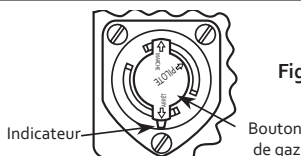

Figure 10. Bouton de gaz
4. Enfonchez légèrement le bouton de commande du gaz et tournez-le dans le sens des aiguilles d'une montre pour le **FERMER** (voir fig. 10). Si le bouton est en position **MARCHE**, tournez-le dans le sens des aiguilles d'une montre jusqu'à la position **PILOTE**, puis enfonchez-le légèrement et tournez-le dans le sens contraire aux aiguilles d'une montre pour le **FERMER**.